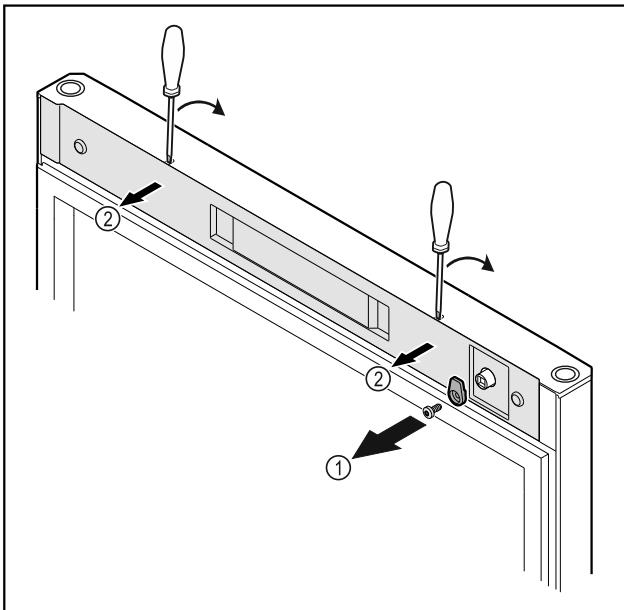

Fig. 14
- Ξεβιδώστε το άγκιστρο κλεισίματος Fig. 14 (1).
- Ξεκουμπώστε το κάλυμμα Fig. 14 (1) με ένα μικρό κατσαβίδι και αφαιρέστε το.